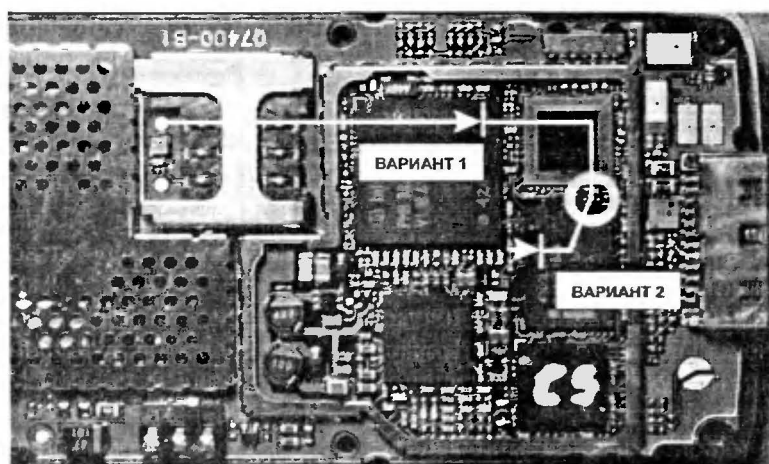

Рис. 1.2.8. Контрольные точки S65 (два варианта)
Процедура получения Boot-ключа для неработоспособных телефонов, не позволяющих установить 25-ю версию прошивки, связана с использованием контрольной точки — «тест-пойнта» (TEST POINT). В отличие от некоторых моделей телефонов более ранних серий, в моделях 65-й серии «тест-пойнт» необходимо замкнуть на землю через резистор номиналом 15—50 Ом, а не перерезать. Для модели S65 контрольную точку замыкают через диод (рис. 1.2.8). Для генерации Boot-ключа через «тест-пойнт» желательно иметь DATA-кабель с
5. Замыкают контрольную точку через резистор (диод) на общий провод, например металлическую рамку, используемую для крепления защитного экрана. Расположение второй точки у S65 показано на рис. 1.2.8.
Для расчета блоков 512x, содержащих, в том числе, коды блокировок телефона, в ParuaUtils нажимают кнопку «New 512x», расположенную на вкладке «Коды» (секция EEPROM), при этом в соответствующих полях должны быть введены значения IMEI, ESN, SKEY, HWID, HASH, BootKEY (рис. 1.2.8). После генерации блоков программа ParuaUtils предложит сохранить их на диск и записать в телефон.